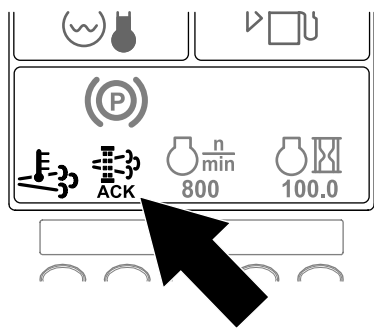

图30
10. InfoCenter (信息中心) 将显示主屏幕, 且再生过程中再生确认图标 (图30) 将出现在屏幕右下角。